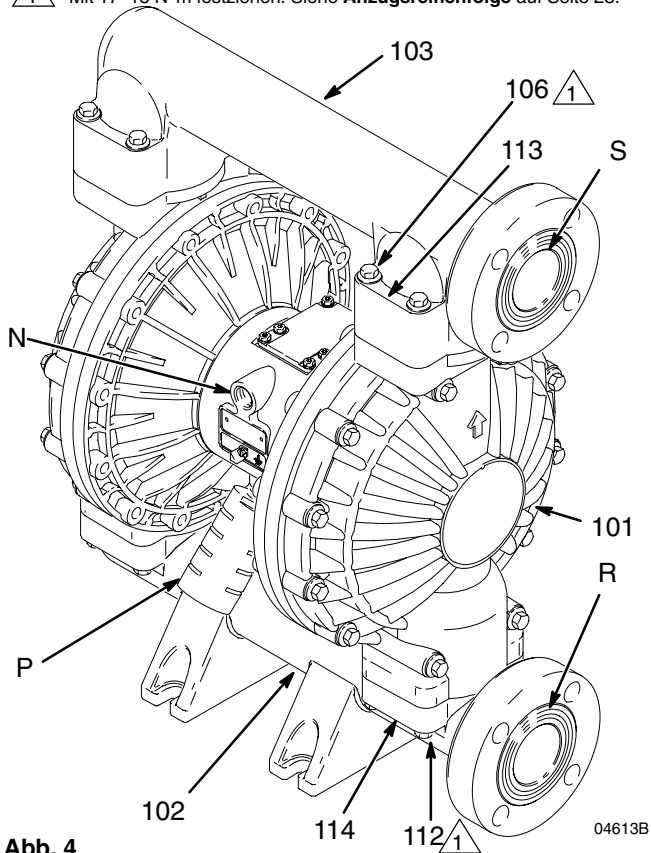

Abb. 4
Bei Auslieferung der Pumpe zeigen Material-Einlass- (R) und -Auslassöffnungen (S) in dieselbe Richtung. Siehe Abb. 4. Zur Veränderung der Ausrichtung von Einlass und/oder Auslass:
1. Die Schrauben und Scheiben (106, 112, 113 und 114) entfernen, mit denen der Einlass- (102) und/oder Auslassverteiler (103) an den Abdeckungen (101) befestigt ist.